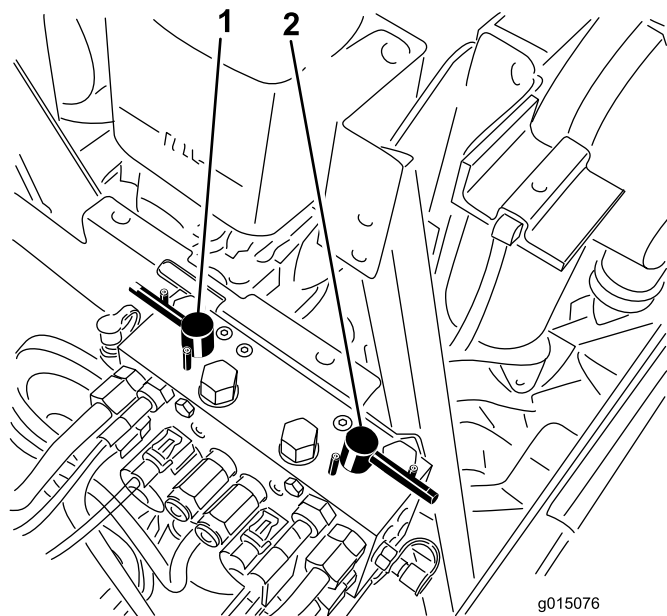

Figure 76
4. Sélectionnez les leviers de rodage avant, arrière ou les deux pour déterminer les plateaux qui doivent être rodés (Figure 76).